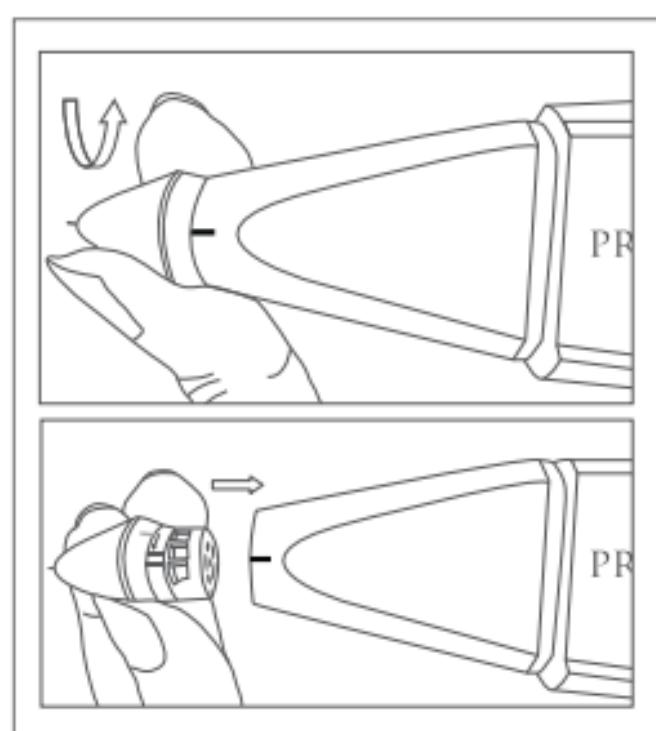

Fig. 1
- Quando il tester viene spento, ruotare la punta della sonda in senso antiorario per rimuoverla, come mostrato nella Fig. 1.